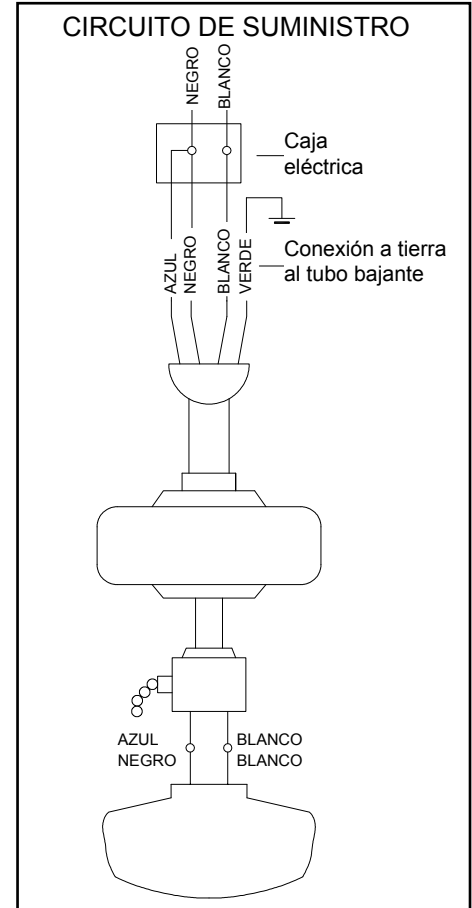

Figura 10
Sigue estos pasos para conectar tu ventilador al circuito de tu hogar. Usa las tuercas de conexión de cables que vienen con tu ventilador. Asegura los conectores con cinta aislante. Asegúrate de que no haya conexiones ni cables sueltos. (Figura 10)
3. Conecta el cable de alimentación (negro y azul) del ventilador al cable de suministro negro del hogar como se muestra en la Figura 10.